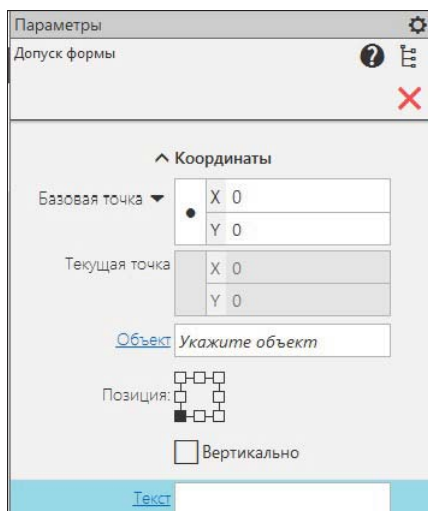

Рис. 13.9. Панель Параметры: Допуск формы
- ♦ укажите объект для простановки допуска. Название выбранного объекта появится в поле **Объект** на панели **Параметры: Допуск формы** (рис. 13.9). На экране рядом с курсором появился фантом таблицы допуска с четырьмя ячейками (по умолчанию) для ввода надписей. Рассмотрим последовательность ввода надписи в каждую ячейку.